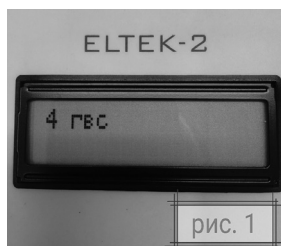

рис. 1
1. При подключении датчика \*ГВС в меню появляется пункт: ГВС под номером 4 (рис.1)